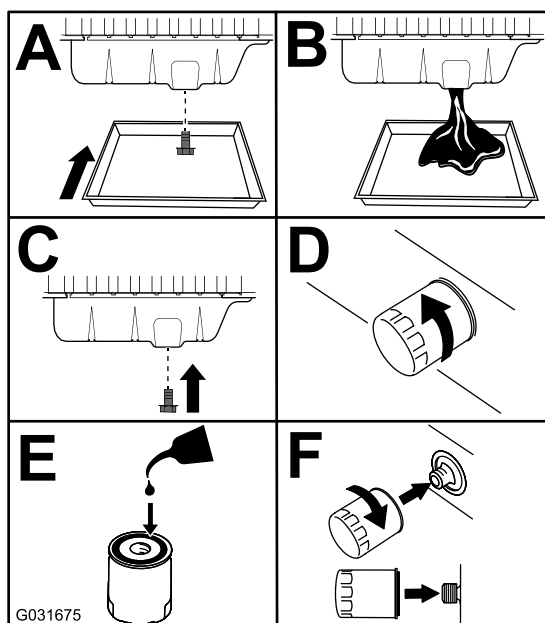

Figure 72
3. Vidangez l'huile moteur et remplacez le filtre à huile (Figure 72).